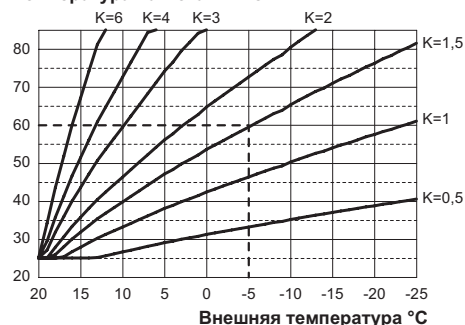

Рис. 5.25
Если к котлу **ПОДСОЕДИНЕН** пульт дистанционного управления (дополнительная позиция), см. Рис. 5.25. В этом случае настройка коэффициента K производится дистанционно.
стемы (Рис. 5.25).
Например, чтобы обеспечить в системе отопления температуру нагнетания, равную 60 °C, когда внешняя температура равна -5 °C, необходимо установить коэффициент K на 1,5 (пунктирная линия, см. Рис. 5.25).
- Используя кнопку 10 или 11, можно изменить значение параметра 15 с минимум **01** до максимум **60** в зависимости от выбранной кривой коэффициента K, см. Рис. 5.25 (на дисплее показано десятичное значение коэффициентов K). На дисплее появляется надпись **SET** (Рис. 5.29).